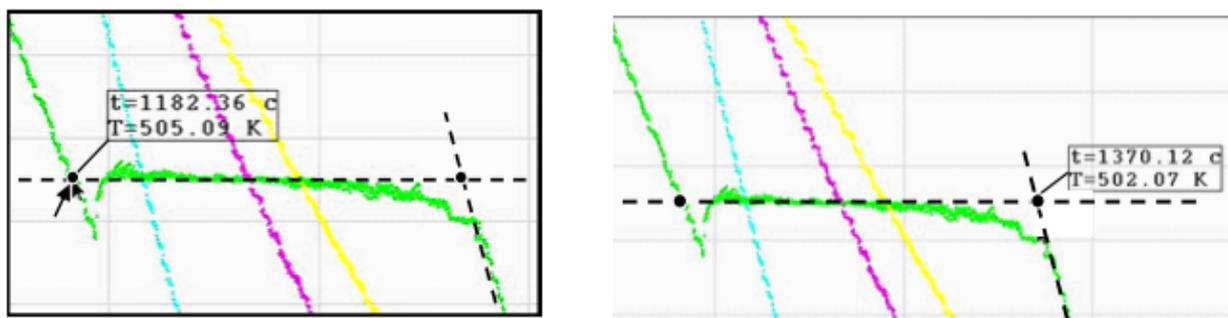

Рис.8. Измерение длительности участка кристаллизации. Слева стрелка показывает начало метастабильного участка переохлажденного жидкого олова.
4. Измерить длительность процесса кристаллизации, т.е. горизонтального участка термограммы охлаждения образца с оловом. Для этого надо установить курсор на начало  $t_1$  и затем на конец этого интервала  $t_2$ , записать в тетрадь и найти разность  $t_2 - t_1$ . Если границы этого интервала не очень четкие или искажены имеющимся участком переохлаждения, то установить границу по точке пересечения экстраполированных прилегающих участков термограмм, как показано пунктиром на рис.8.